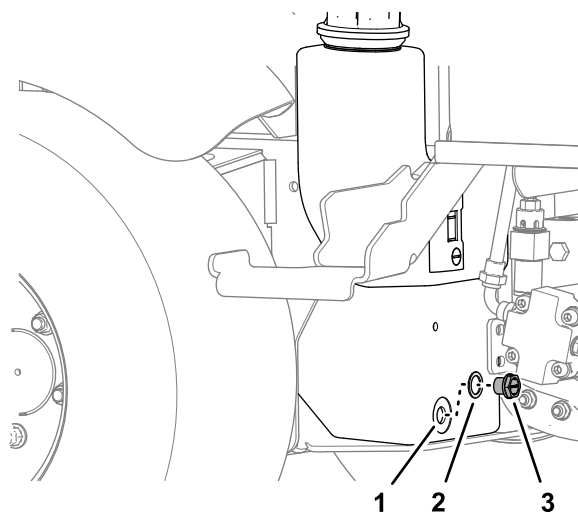

Figura 74
3. Allineate una bacinella di spurgo sotto il serbatoio idraulico, rimuovete il tappo di spurgo del serbatoio, e spurgate completamente il fluido idraulico (Figura 74).